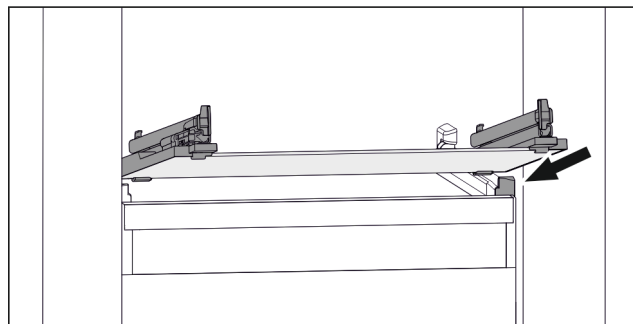

Fig. 89 Příklad znázornění skleněné desky
- ▶ Nasadte skleněnou desku šikmo za zářádky. (viz Fig. 89)